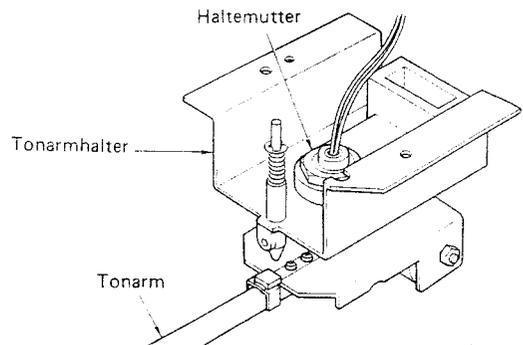

Abb. 6
- 3) Der Tonarm kann nun von dem Tonarmhalter abgenommen werden, wenn die Tonarm-Haltemutter (G in Abb. 6) abgenommen wird.